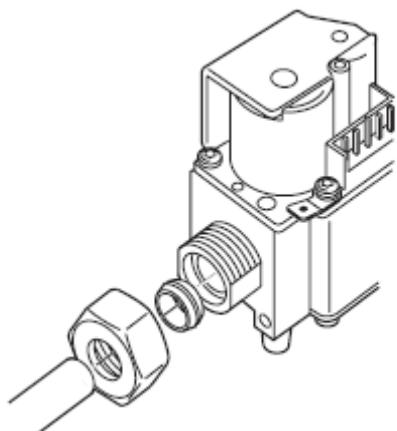

Рис. 5. Наружное резьбовое соединение с гайкой и уплотнением "олива"
③ С гайкой 3/4" и уплотнением "олива" (рис. 5)